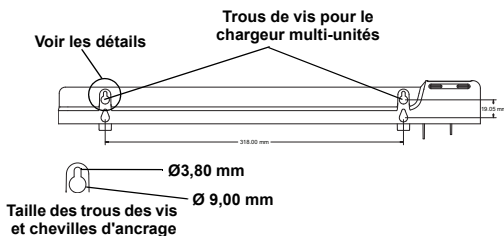

Figure 3: Matériel de montage mural
2. Mesurez et marquez les trous selon les dimensions, comme illustré dans la Figure 3.